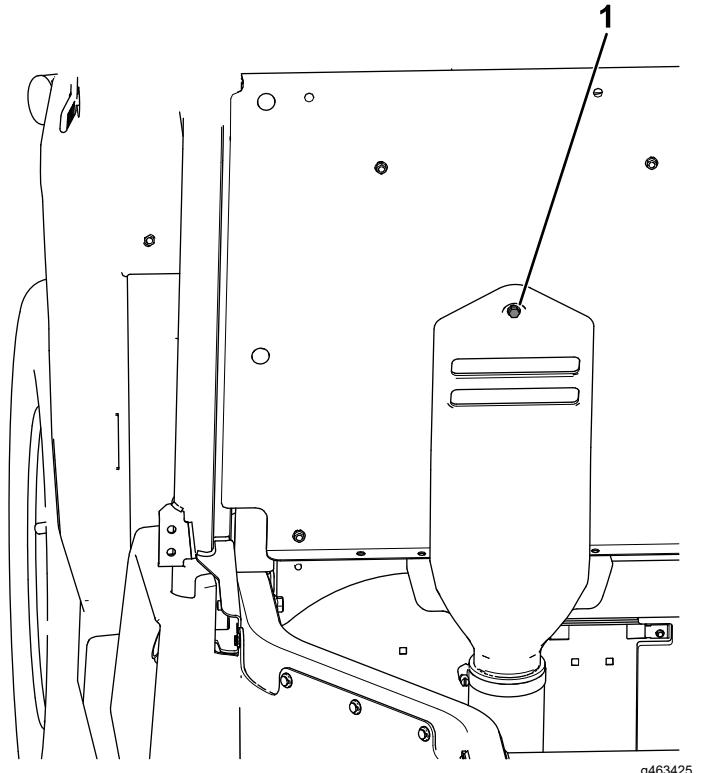

Figure 28
F. Insérez le boulon captif fixé au capot d'admission CVT dans le trou du panneau de siège indiqué (Figure 28).